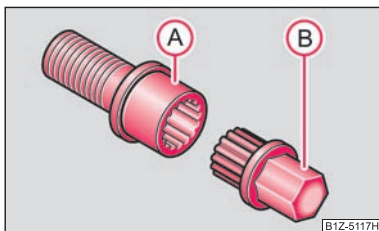

Fig. 139 Tornillo de seguridad para ruedas con adaptador
- Introducir el adaptador (B) con su lado dentado hasta el tope de tal modo en el dentado interior del tornillo de seguridad para ruedas (A), que ya sólo sobresalga el hexágono exterior ⇒ fig. 139.
- Calar la llave de rueda* hasta el tope en el adaptador (B).